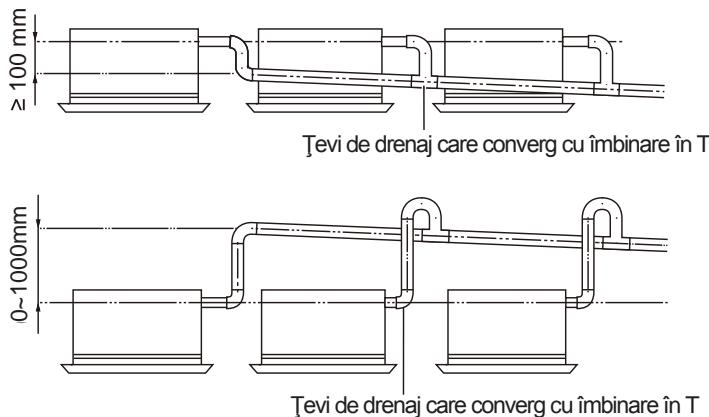

Fig.23
(3). Atunci când sunt adunate mai multe țevi de drenaj, montați țevile așa cum se prezintă în Fig. 23. Selectați țevi de drenaj convergente al căror calibră este potrivit pentru capacitatea de funcționare a unității. (luată ca exemplu tipul casetă)